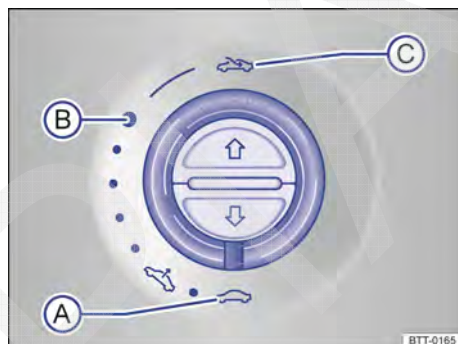

Fig. 93 No revestimento do teto: Interruptor para o teto de vidro.
Para abrir o teto de vidro, o interruptor rotativo precisa estar na posição → Fig. 93 (A).
- **Abrir totalmente:** girar o interruptor para a posição → Fig. 93 **C** e pressionar até que o teto de vidro chegue à posição desejada.
- Girar o interruptor para a posição → Fig. 93 para a posição **A**.